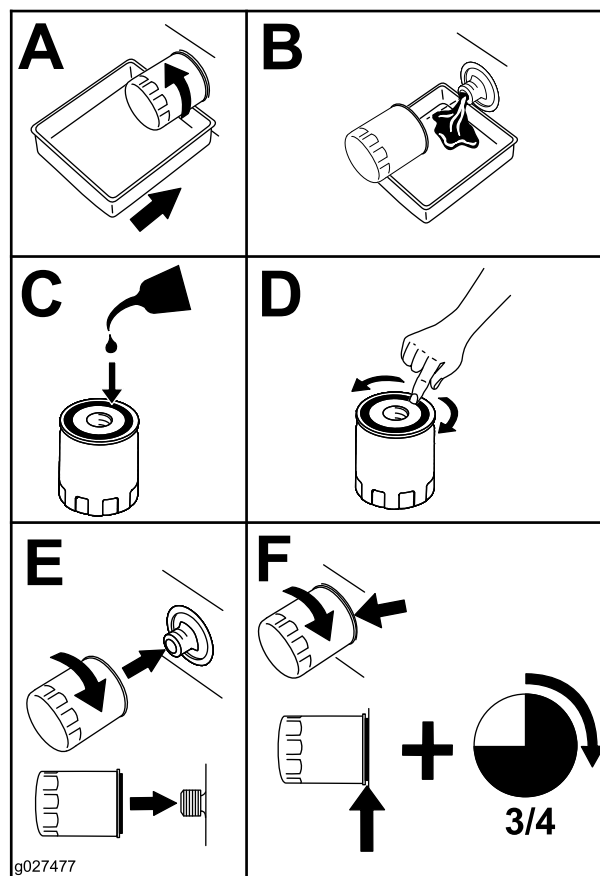

Figure 62
6. Remplacez le filtre à huile moteur comme montré à la Figure 62.